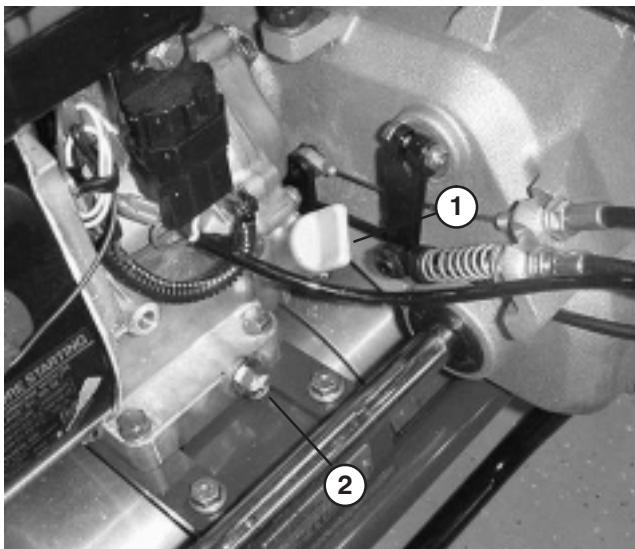

Bild 29
1. Stellen Sie den Rasenmäher so auf, dass der Motor eben steht und dann reinigen Sie den Bereich um den Ölpeilstab (Bild 29).
2. Stellen Sie eine Auffangwanne hinten an die Maschine unter die Verschlusschraube (Bild 29). Entfernen Sie die Verschlusschraube.